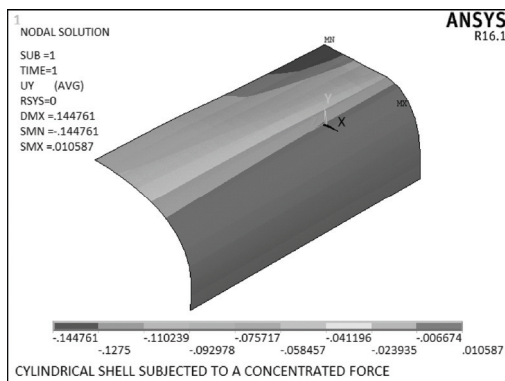

图 5-34 Y 方向位移等值线图
2) 选择 Main Menu | General Postproc | Plot Results | Contour Plot | Nodal Solu 命令, 出现 Contour Nodal Solution Data 对话框, 在 Item to be contoured 列表框中选择 Nodal Solution | DOF solution | Y-Component of displacement, 单击 OK 按钮, ANSYS 窗口将显示如图 5-34 所示的 Y 方向位移等值线图。